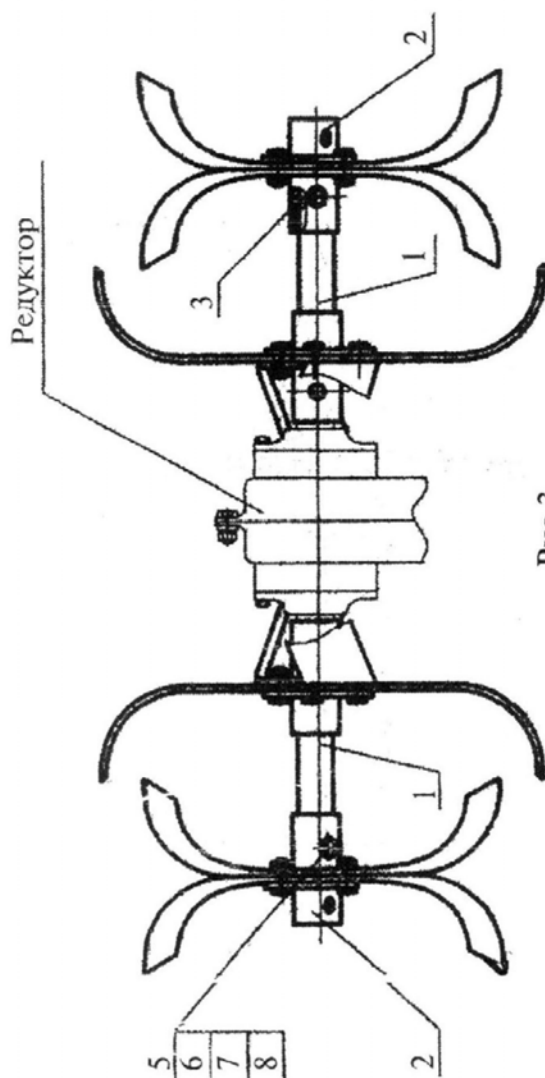

Рис.3.
Устройство культиватора КМБ1.001.000.1 показано на рис. 3.
5.3 Вставьте фрезу 2 в культиватор 1, предварительно установив шпонку 3, вставьте болт 5 и зафиксируйте его гайкой 6 и шайбами 7, 8 (Рис.3).